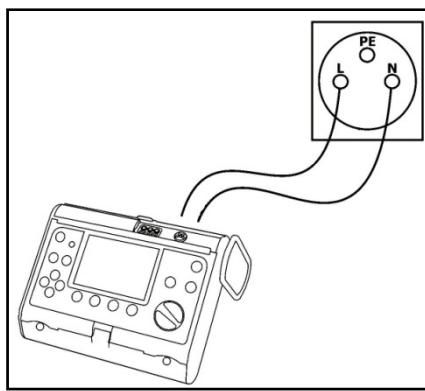

Рис.4. Подключение измерителя.
- подключить измеритель проводами к сетевому гнезду стенд согласно Рис.4;